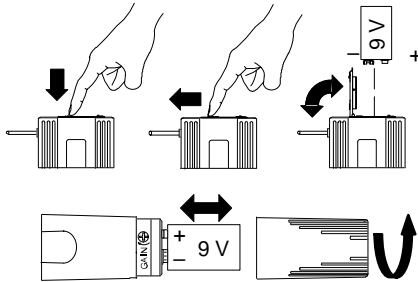

FIGURA 4. INSTALACION DE LA BATERIA
2. **AXU1, AXU1G:** Oprima el lado rotulado "OPEN" de la cubierta del compartimiento de la batería, deslice la cubierta hacia atrás y ábrala, como se muestra en la Figura 4.
AXU2: Desenrosque la cubierta de la batería del transmisor para dejar al descubierto los bornes de la batería, como se muestra en la Figura 4.